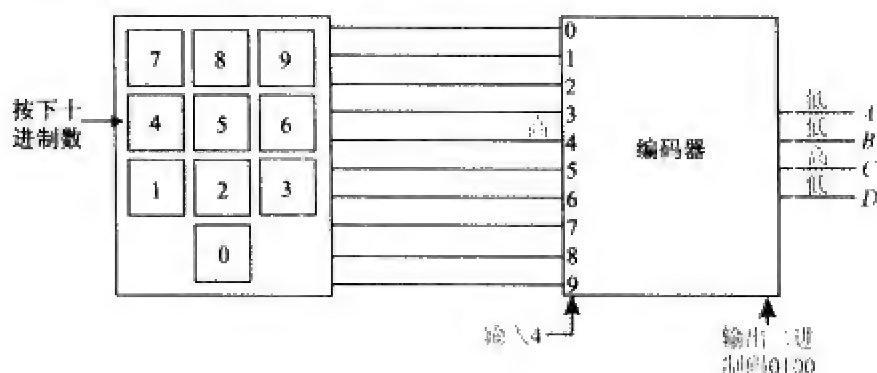

图 3-16
2. 如图 3-16 所示编码器电路用于将十进制数通过键盘转换为二进制编码。当输入如下十进制数时, 描述 A-B-C-D 端的输入状态 (高/低)。